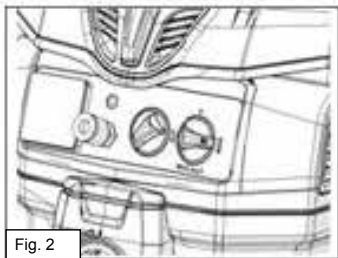

Fig. 2
• Posizione MAN (Fig. 2): dopo 1 secondo si avvia l'aspirazione in modalità soft start. Durante la aspirazione se il filtro è intasato si avvierà in automatico la pulizia dei filtri senza interruzioni di lavoro. Se si stanno aspirando liquidi e viene raggiunto il livello massimo di contenuto l'aspirazione si interrompe in automatico. In tal caso si accende il segnalatore acustico interno, nonché la spia luminosa sul pannello di controllo. Se il segnalatore acustico emette un suono intermittente è probabile che il sacco polvere sia pieno oppure all'interno del tubo flessibile di aspirazione ci sia un detrito ingombrante ad ostruire il condotto. Spegner la macchina, togliere la spina dalla alimentazione elettrica e provvedere a risolvere il problema agendo sul sacco o sul tubo.